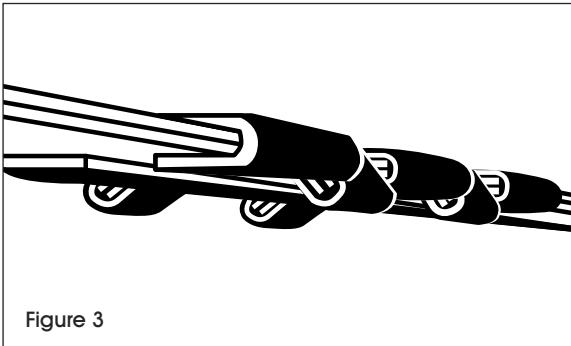

Figure 3
- Remove the sealer and inspect the seal to verify the seal is properly holding the strap. The seal should have a total of four indentations, two on each side. The notches should be centered on the seal. The seal should lay flush against the strapping with both ends of the strapping passing completely through the seal. (See Figure 3)
- Retirez la scelleuse et vérifiez le joint pour vous assurer que le feuillard est bien tenu par le joint. Le joint doit présenter un total de quatre renflements, deux de chaque côté. Les encoches doivent être centrées au milieu du joint. Le joint doit reposer à plat contre le cerclage dont les deux extrémités doivent passer complètement à travers le joint. (Voir Figure 3)